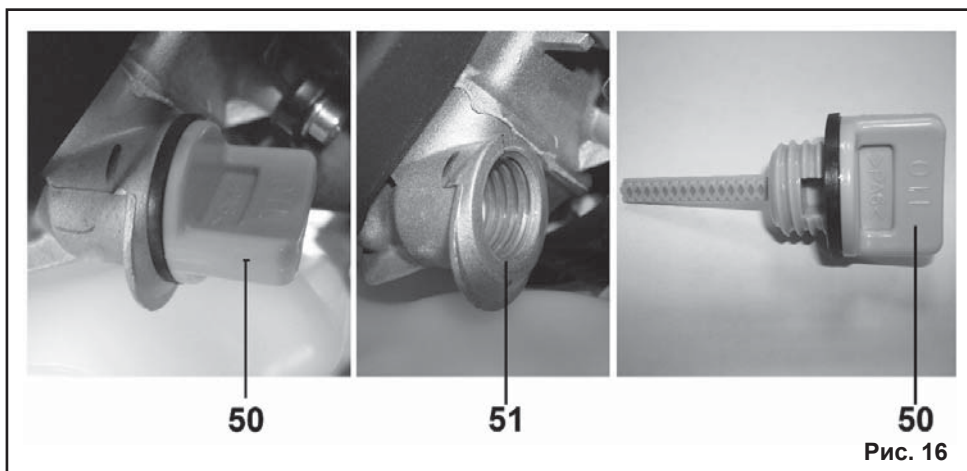

Рис. 16
8.1.2. Выкрутите крышку (50) со щупом из маслосливной горловины (51) и извлеките масляный щуп (50). Вытрите его чистой сухой ветошью (Рис. 16).